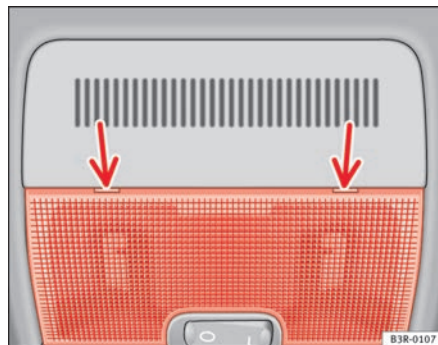

Fig. 83 Dettaglio del rivestimento del tetto: Punto di contatto del cacciavite
- Applicare con cautela la parte piatta di un cacciavite (kit degli attrezzi di bordo) alla parte posteriore della copertura in plexiglas della plafoniera ⇒ **fig. 83**.